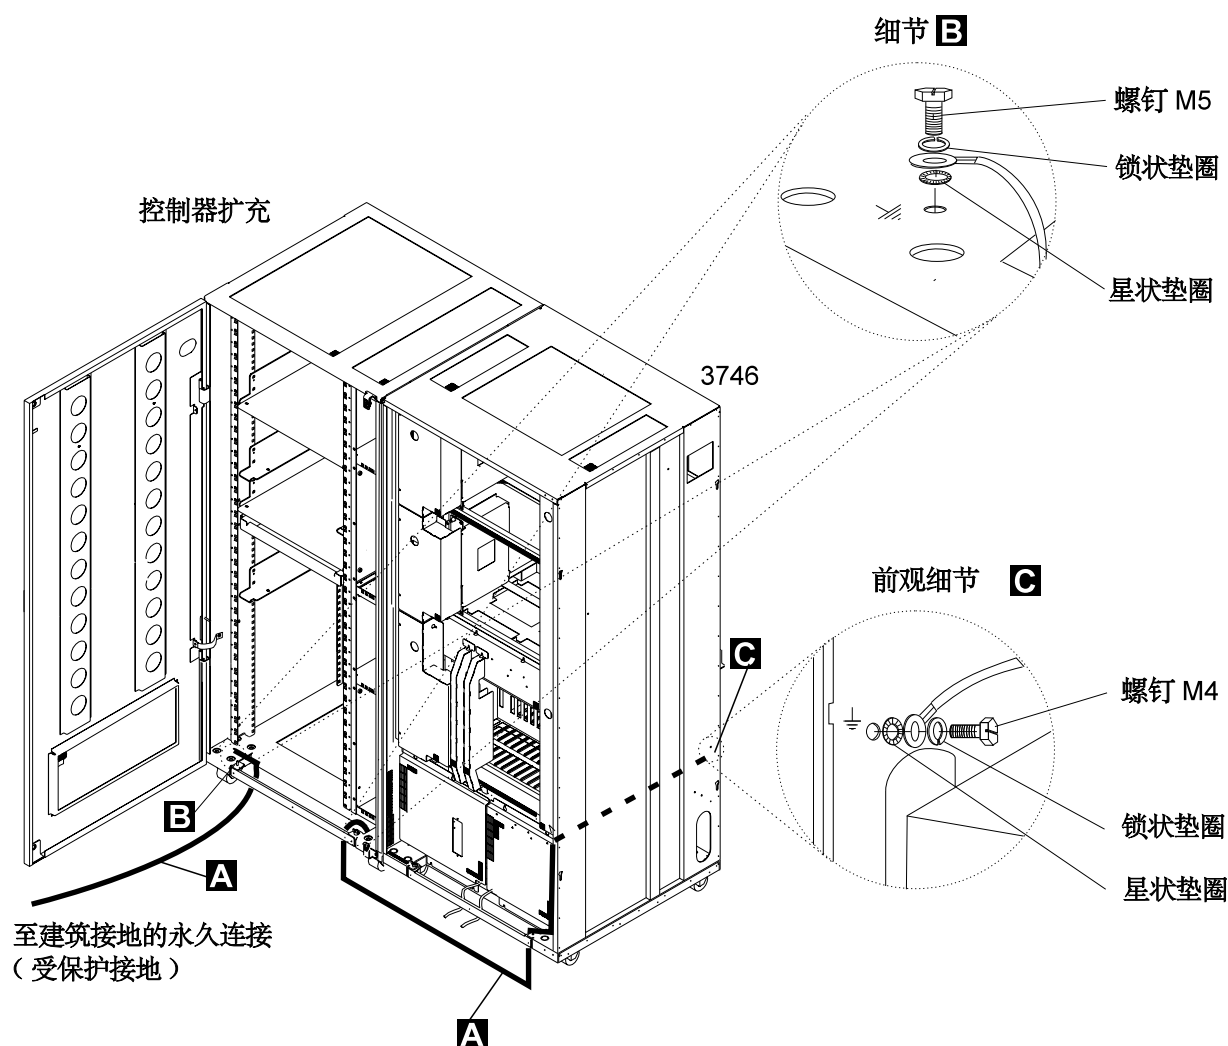
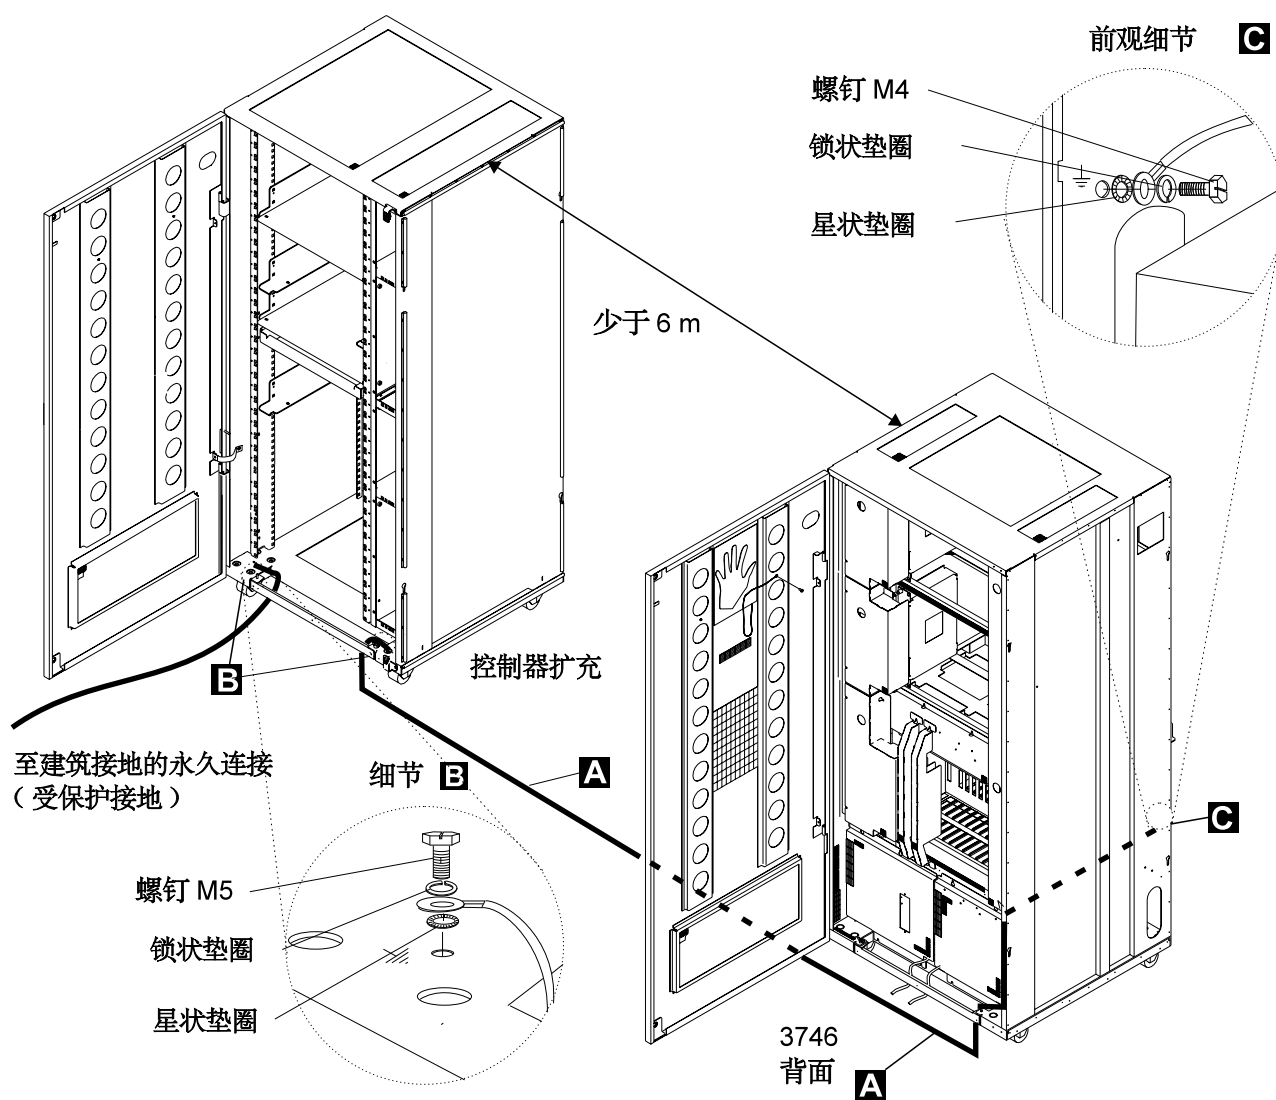
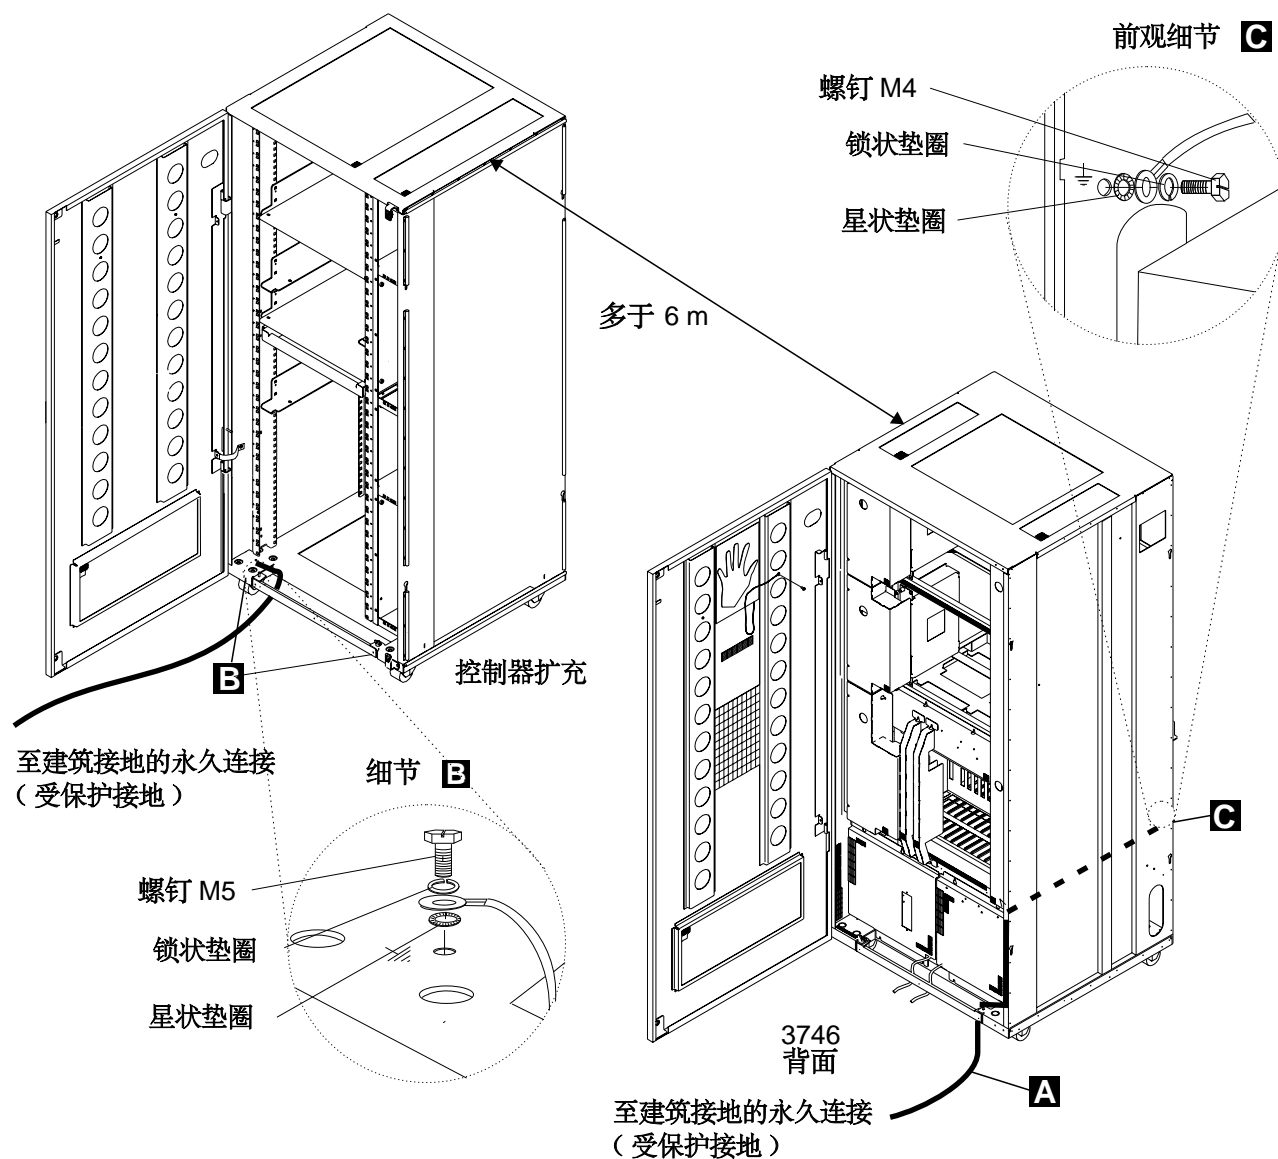

图 1-2. 控制器扩充和连接著的 3746-950 框之间的接地线的连接
图 1-3. 3746-950 和控制器扩充距离少于 6 米时接地线的连接
图 1-4. 3746-950 和控制器扩充距离多于 6 米时接地线的连接
不要除去 3746-950 和控制器扩充的电源线和接地线，以维持对接地线的保护（参见在第 3 页的图 1-2，在第 4 页的图 1-3，或在第 5 页的图 1-4）。
- 检查接地线 **A** 是否依设置出现（参见页 3 的图 1-2，页 4 的图 1-3 和页 5 的图 1-4）。